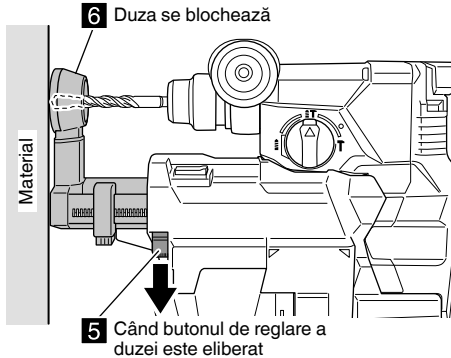

Fig. 7
- (4) Eliberați butonul de reglare a duzei pentru a bloca poziția duzei. (Fig. 7)